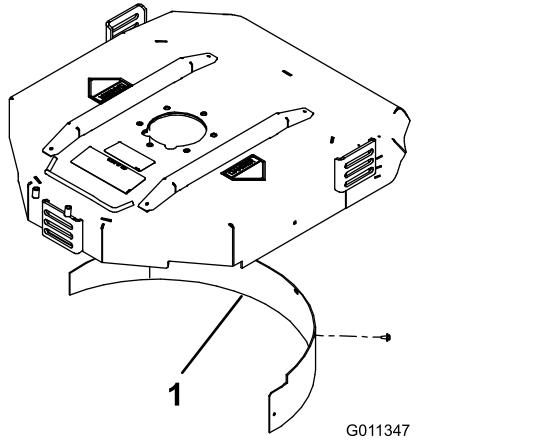

Figura 11
- Instale el deflector de mulching en el hueco trasero y fíjelo con 5 tornillos con arandela prensada (Figura 11).